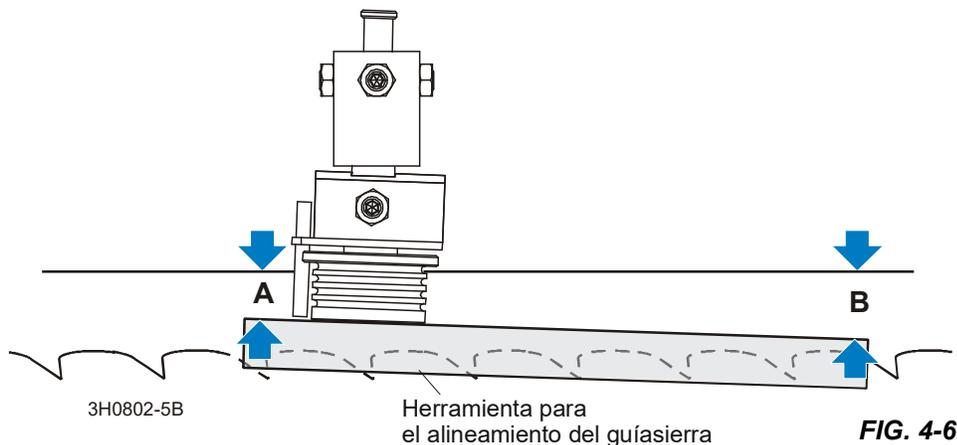

FIG. 4-6
2. Saque la pinza de la herramienta de alineación del guiasierra y coloque la herramienta contra la cara del rodillo del guiasierra exterior. See FIG. 4-6.